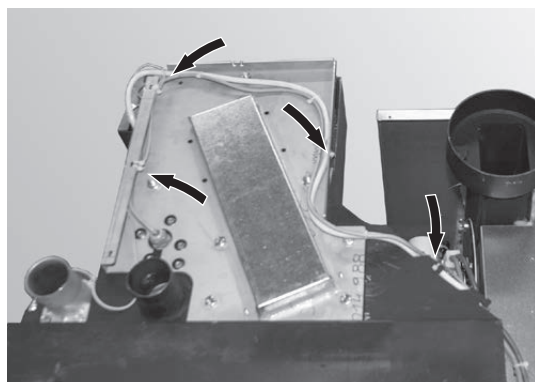

Fig. 52 Posare il cavo e fissarlo con delle fascette
- ▶ Posare il cavo dell'interruttore di prossimità superiore serbatoio e fissarlo con delle fascette – Fig. 52.